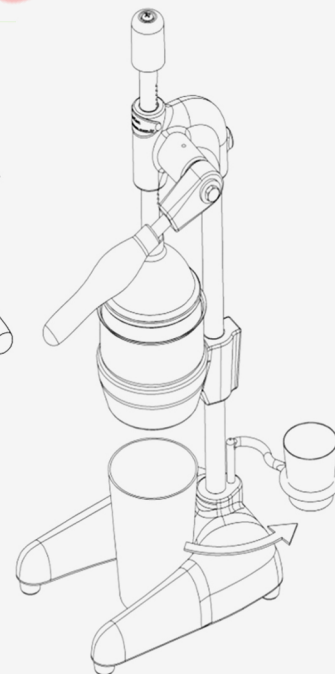

Рисунок 5
- ✓ Поместите стакан для фруктового сока в нижнюю часть оборудования так чтоб фруктовый сок беспрепятственно поступал в нее. (Рисунок 5).
✓ Убирая наполненную чашу под нижней части оборудования не забывайте направлять Пластмассовый подстаканник (19) на его место. (Рисунок 5).